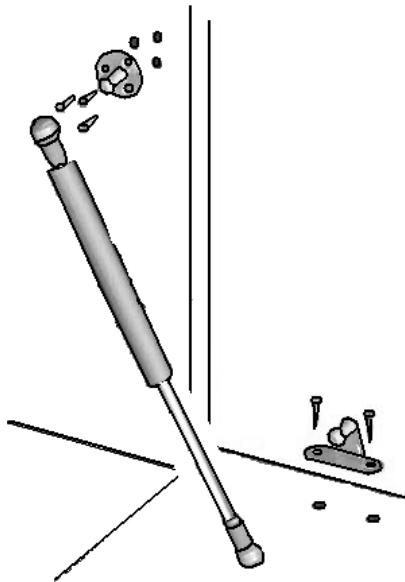

Рис. 3
2. Установить крепление для лифта на боковые стенки (80), (81) с помощью шурупов 3,5x13мм (рис.3).